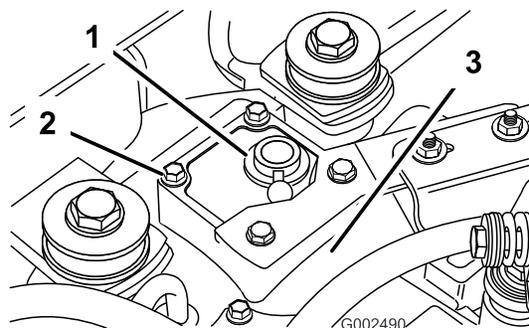

Figura 5
- Togliete i quattro bulloni che fissano il coperchio alla parte superiore dell'alloggiamento del transaxle (Figura 5). Togliete la staffa della marmitta.